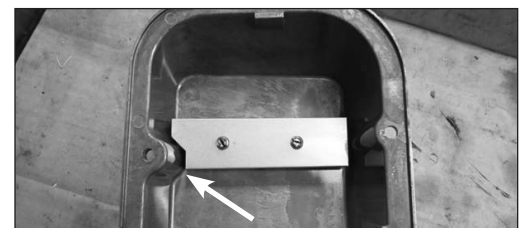

Fig 2. - Chevrolet gros block moteur
- **Chevrolet gros block moteur:** Veuillez vous assurez-vous que la plaque de déflecteur est orienté correctement avant d'installer la vis du déflecteur (**Fig 2**).